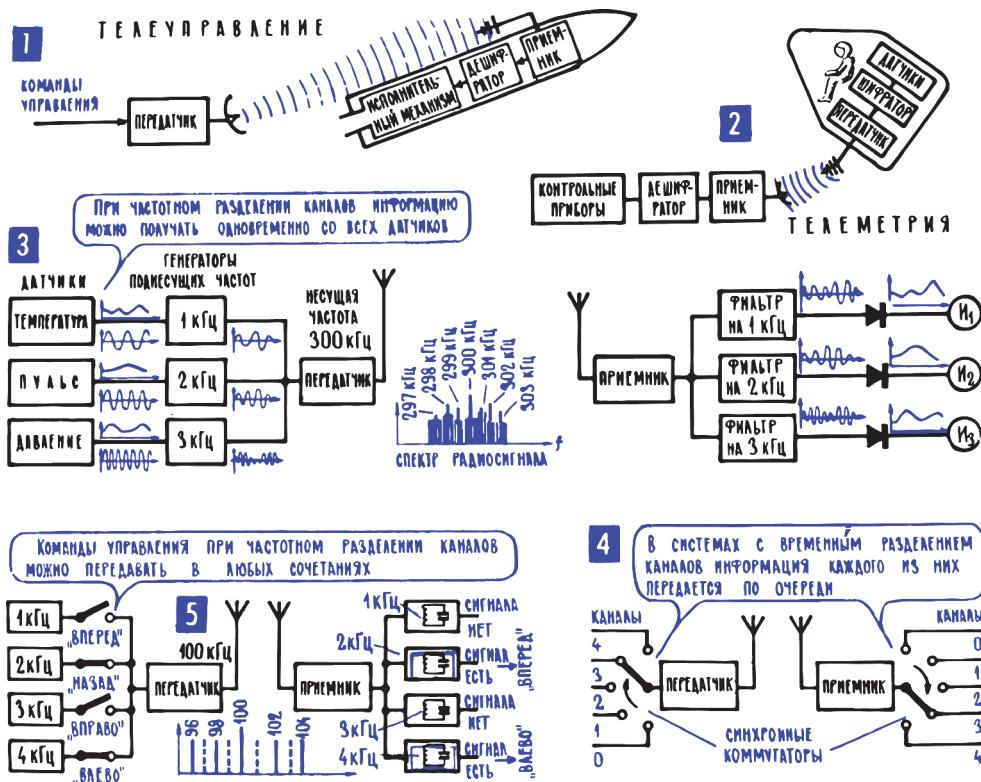
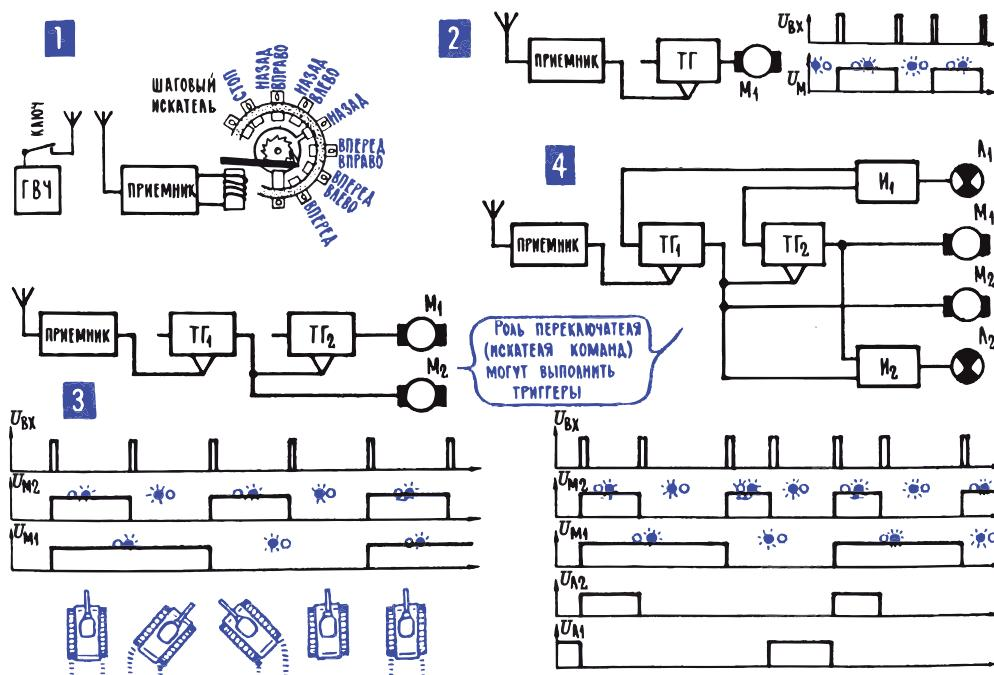

Рис. 15.6. Телеуправление
Рис. 15.7. Телеметрия
**9. Если управляющий автомат и объект управления находятся на большом расстоянии, им на помощь приходит телеконтроль и телеметрия.** Слова «телеметрия» и «телеуправление» (рис. 15.6; рис. 15.7) особенно часто приходится слышать в последнее время, когда в широких масштабах осуществляются полеты самых разных космических кораблей. На этих кораблях всегда есть собственные, или, как их называют, автономные,
Системы телеуправления и телеметрии почти всегда многоканальны: информацию приходится собирать от многих источников и команд управления, как правило, тоже приходится передавать много. Все такие многоканальные системы можно разделить на две большие группы – с частотным и временным разделением каналов. В системе с частотным разделением информация по всем каналам может передаваться одновременно – каждому каналу отводится своя поднесущая частота, а в месте приема фильтры отделяют один канал от другого (рис. 15.6; 3, 5). Если передача ведется по проводам, то на этом дело и ограничивается, а если по радио, то все поднесущие частоты вместе со своими боковыми модулируют высокочастотный ток в радиопередатчике, и таким образом в эфир передача идет с двойной, «двуэтажной» модуляцией.
При временном разделении каналов информация в каждом из них передается поочередно, а на передающей и приемной сторонах есть быстroredействующие синхронные коммутаторы, которые подключают нужный комплект аппаратуры поочередно к линии связи (рис. 15.6; 4). В радиоуправляемых моделях часто используют упрощенную разновидность временного разделения – кодирование числом импульсов (рис. 15.7; 1). На самой модели устанавливают шаговый искатель или некоторое его подобие, а с передатчика направляют строго определенное число импульсов. Если
известно, в каком положении стоит шаговый искатель, то, передав нужное число импульсов, можно его заставить сделать нужное число шагов и включить желаемую команду. А после того как команда будет выполнена, определенным числом импульсов вернуть шаговый искатель в исходное положение. Чтобы шаговый искатель «по дороге» не запускал другие исполнительные механизмы, можно сделать так, что он будет отключаться от них на время движения подвижного контакта. Используя триггеры и логические элементы И, ИЛИ и НЕ, можно собирать и электронные переключатели команд для систем импульсного телев управления. Простейшие из них показаны на рис. 15.7; 2, 3, 4.
Ключевая особенность схемы, приведенной на рис. 15.6; 2, состоит в очень большой зоне гистерезиса, то есть различии порогов срабатывания на включение и выключение. При указанных на схеме величинах резисторов  $R_3$ – $R_5$  она будет составлять не менее 3 В, то есть примерно 25 % от напряжения питания. То есть автомат будет включаться при гораздо меньшей освещенности, чем выключаться, что гарантирует нас от срабатываний при случайных колебаниях освещенности. Дополнительную защиту вносит конденсатор  $C_1$ , фильтрующий наведенные помехи, – кроме простой фильтрации, он вместе с резисторами  $R_1$  и  $R_2$  еще и обеспечивает задержку срабатывания порядка нескольких секунд. Все эти меры вместе обеспечивают надежную фиксацию включенного или выключенного состояния реле и предотвращают его дребезг.